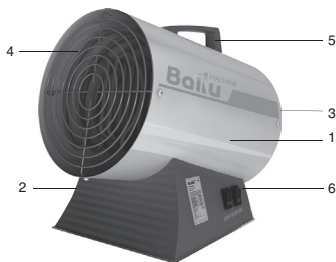

Рис. 1. Устройство прибора
Несущая конструкция тепловентилятора (см. рис.1) состоит из кожуха наружного (1), изготовленного из листовой стали и имеющего цилиндрическую форму, внутри которого размещены вентилятор и трубчатые электронагревательные элементы. Снизу кожуха расположено литое основание (2), на котором расположены клавиши управления прибором (6). Вентилятор затягивает воздух через воздухозаборную решетку (3). Воздушный поток, втянутый вентилятором в корпус, проходя между нагревательными элементами, нагревается и подается в помещение через отверстия воздуховыпускной решетки (4). На верхней части кожуха установлена ручка для переноски прибора (5).